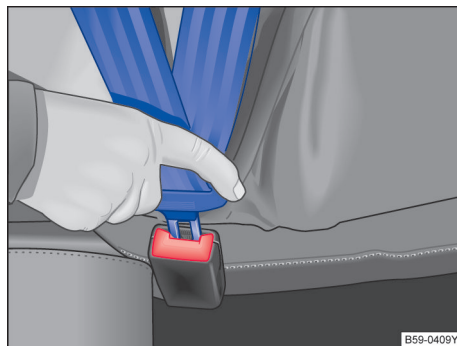

图 28 安全带锁扣和插口
- 将锁舌插入所属座椅的安全锁扣内，下压，直至听到啮合声→图 28。安全带锁舌被锁扣锁止。